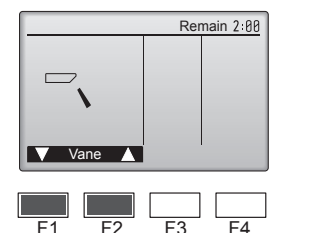

Fig. 7-4
- 2 Սեղմեք [ԸՆՏԲԵԼ] կոճակը՝ Փականի աշխատանքի էկրանը ցուցադրելու համար, ապա սեղմեք [F1] և [F2] կոճակները՝ ավտոմատ փականը ստուգելու համար: (Fig. 7-4)